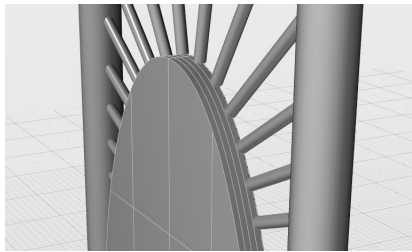

图 5-40 为挤出曲面封口
2) 在挤出对象的控制面板中，勾选“封口”复选框，获得结果如图 5-40 所示。